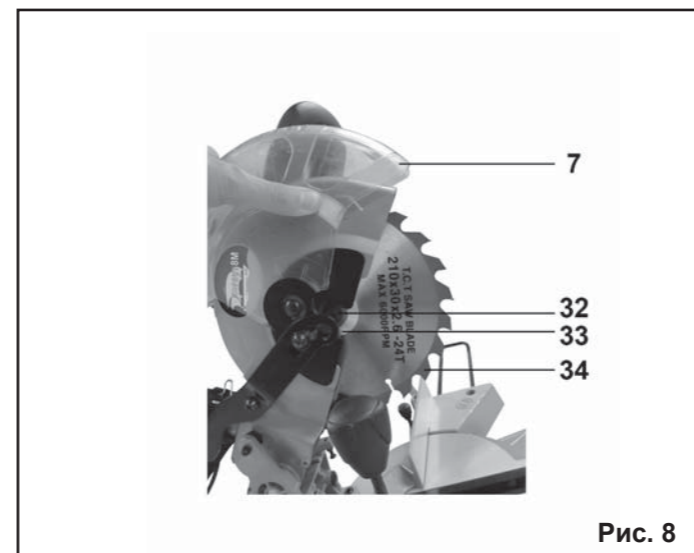
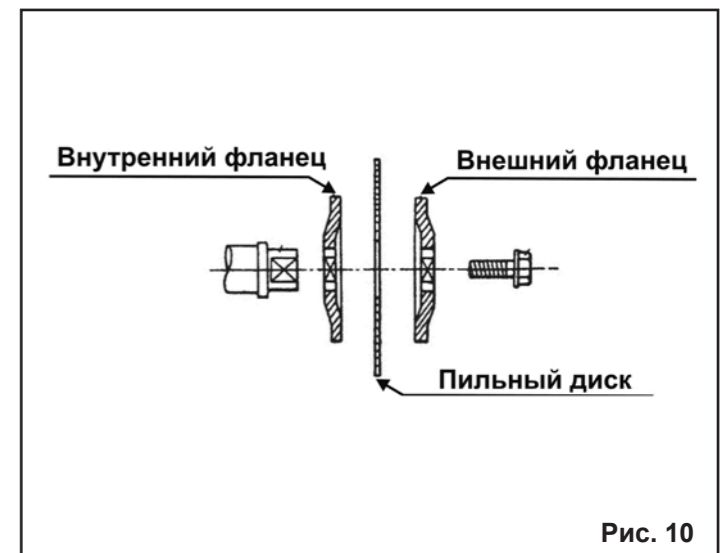

Рис. 8
Рис. 10
9.6.1. Снятие диска, Рис. 8
Для снятия пильного диска (34) выкрутите винты (32), и снимите защитный кожух (7), Рис.8.
Установите пильный диск (34) в соответствии с последовательностью, указанной на Рис.10 так, чтобы зубья пильного диска (34) были направлены вниз в передней части пилы, Рис.8. Положение надёжно закрепите винтом (32).
Не нажимайте на кнопку включения (35) не убедившись, что пильному диску (34), ничто не мешает, и пильный диск (34) свободно вращается, Рис. 8.
11.2. Регулировка угла наклона пиления 45°, Рис. 10,14